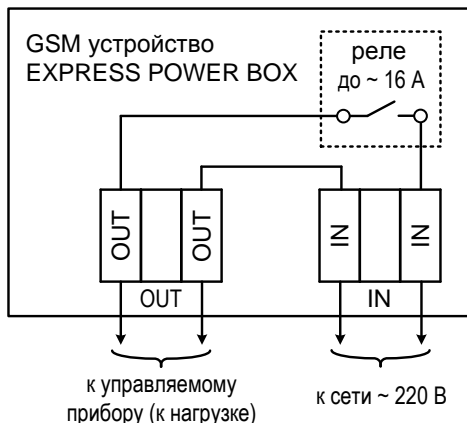

Рис.18 Схема внешних подключений
- произведите подключение проводов к клеммным колодкам устройства, согласно схеме внешних подключений (рис.18);